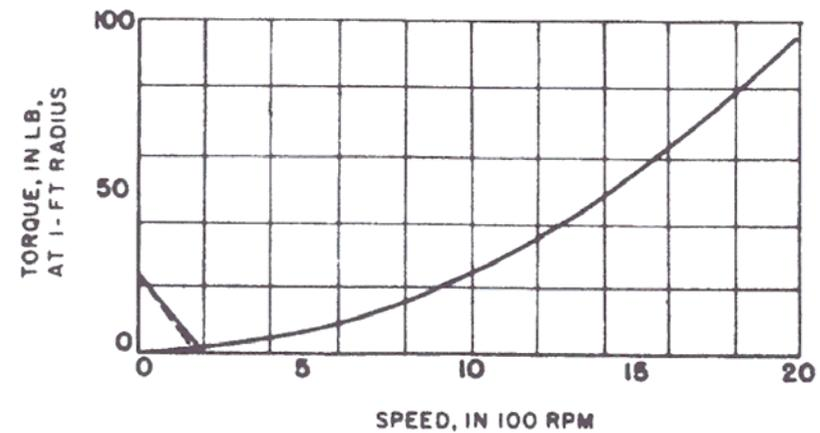

Fig. 24.25 Torque curve of pump of Fig. 24.24 when started against closed gate valve.
- La coppia è la stessa di Fig. 24.25 fino a  $n = 1427$  rpm (quando la pompa sviluppa una prevalenza di 100 ft, pari alla prevalenza statica). Inoltre è pari a 50 lb ft a portata nulla